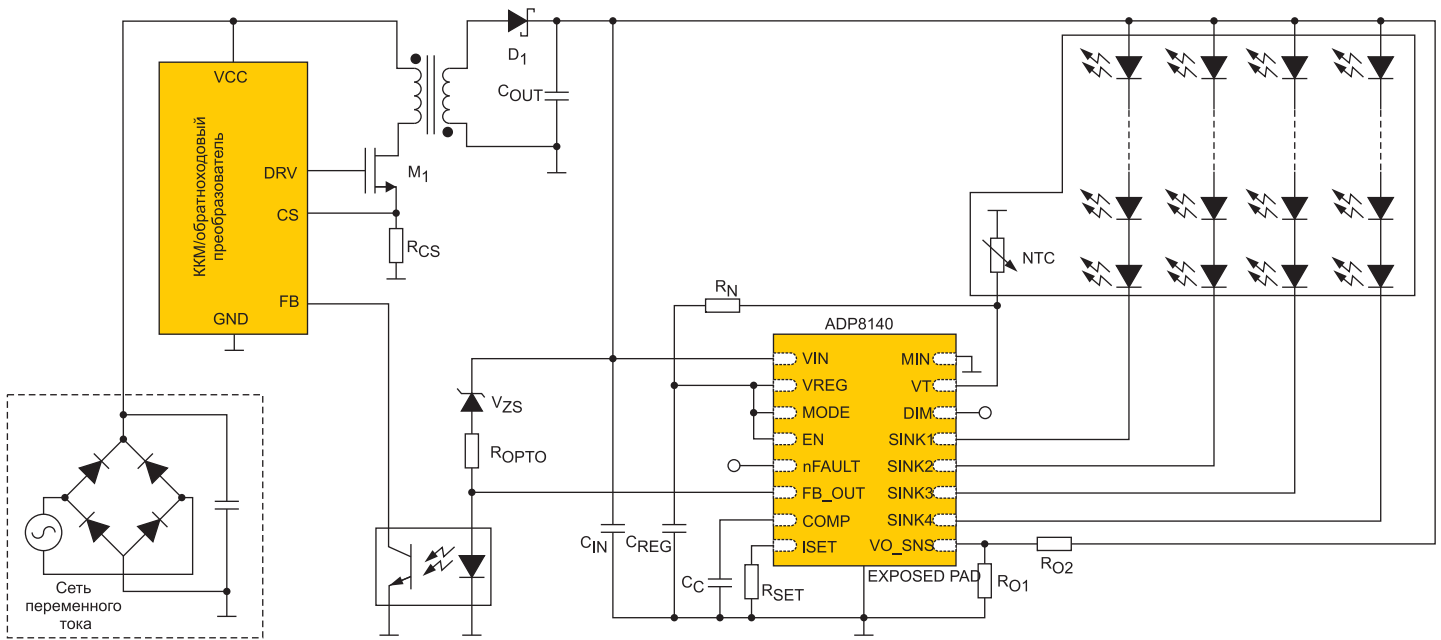

Рис. 7. Схема драйвера светодиодов с сетевым питанием на микросхеме ADP8140
- Число светодиодов в цепочках определяется величиной напряжения, подаваемого на их аноды (до 100 В). Схема преобразователя сетевого напряжения на основе микросхемы ADP8140 приведена на рис. 7.